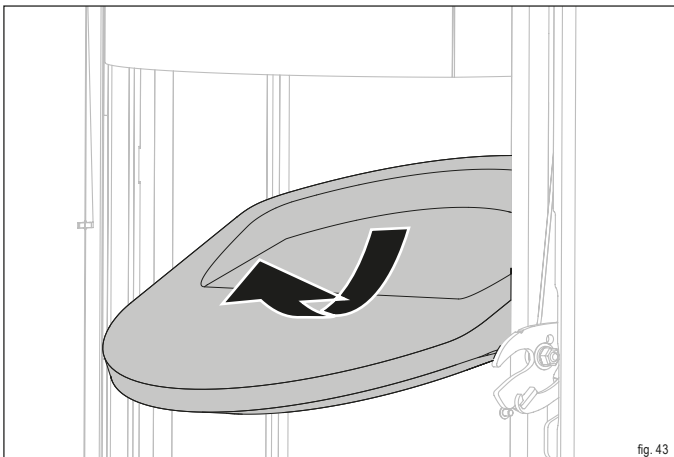

fig. 43
- ▶ Estrarre con cautela la pietra termica dal supporto come raffigurato (fig. 43).